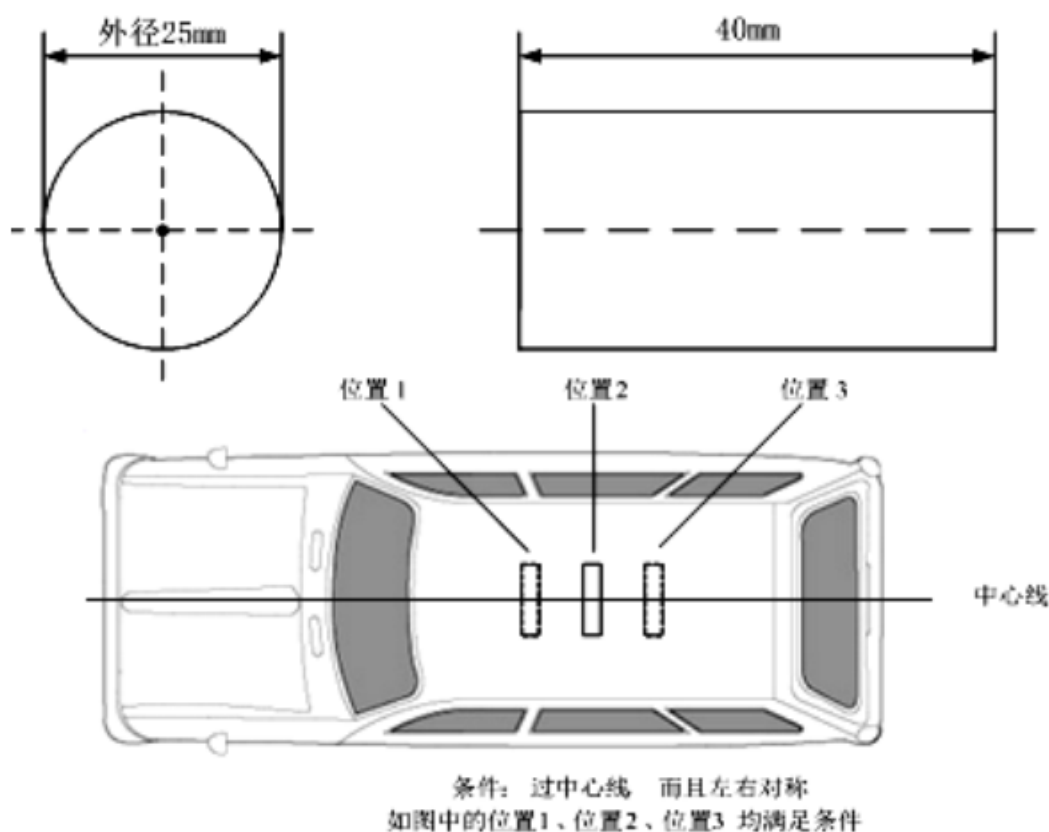

图 4 不锈钢圆筒及在车体安装位置示意
- (1) 比赛时“同步杆”由组委会统一提供。
- (2) “同步杆”材质为 PVC 塑料管(外径 1.6cm, 长度为 80cm)。
- (3) “同步杆”两端分别放在两个机器人上, 机器人上放置“同步杆”的机械结构为不锈钢圆筒外径 25mm, 长度小于 40mm, 该圆筒位于车体纵向中心线上, 圆筒下端固定在可以旋转的支架上, 如图 4 所示。